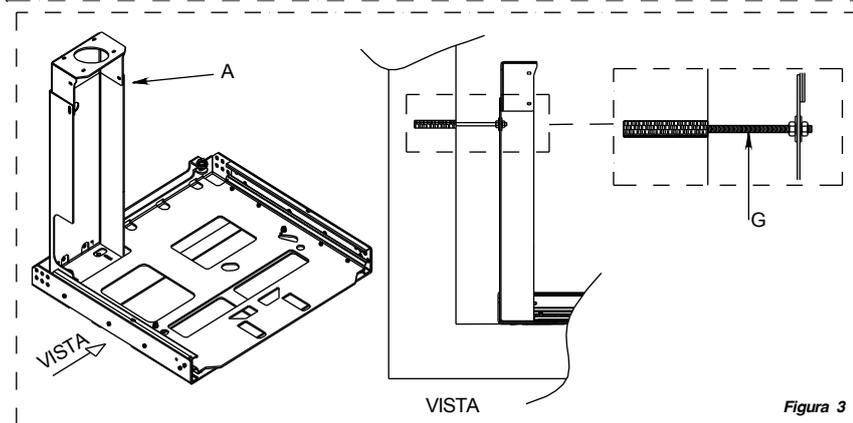

Figura 3
- E' consigliabile ora fissare la staffa A a muro seguendo le indicazioni della Figura 3. Utilizzare quindi un tassello chimico con relativa barra filettata e dadi (ferramenta non in dotazione).